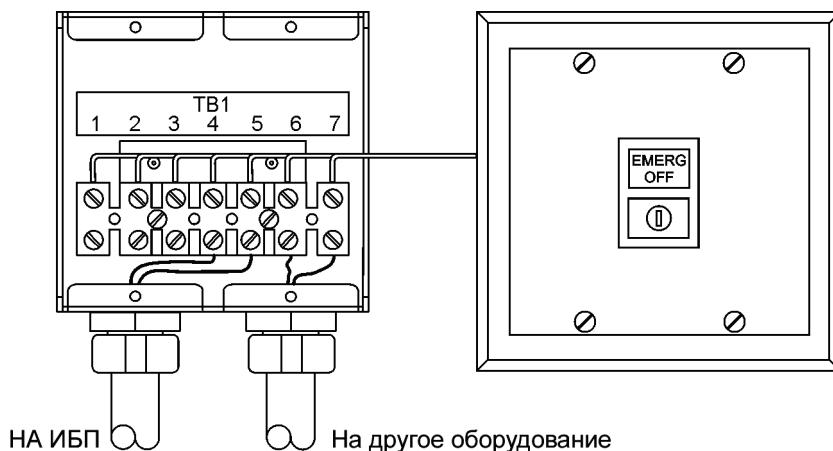

Рис. 4-13. Удаленный выключатель EPO
Удаленный выключатель EPO используется при аварийных ситуациях для дистанционного выключения ИБП и питания критической нагрузки. Удаленный выключатель EPO показан на Рис. 4-13.
15. Если необходимо, подключите проводку удаленного выключателя EPO к выключающей цепи защитных устройств. Нормально-разомкнутый (НР) контакт находится между клеммами 6 и 7 удаленного выключателя EPO (где применимо), как показано на Рис. 4-13. Проводка удаленного выключателя EPO должна подключаться согласно электротехническим правилам и нормам.